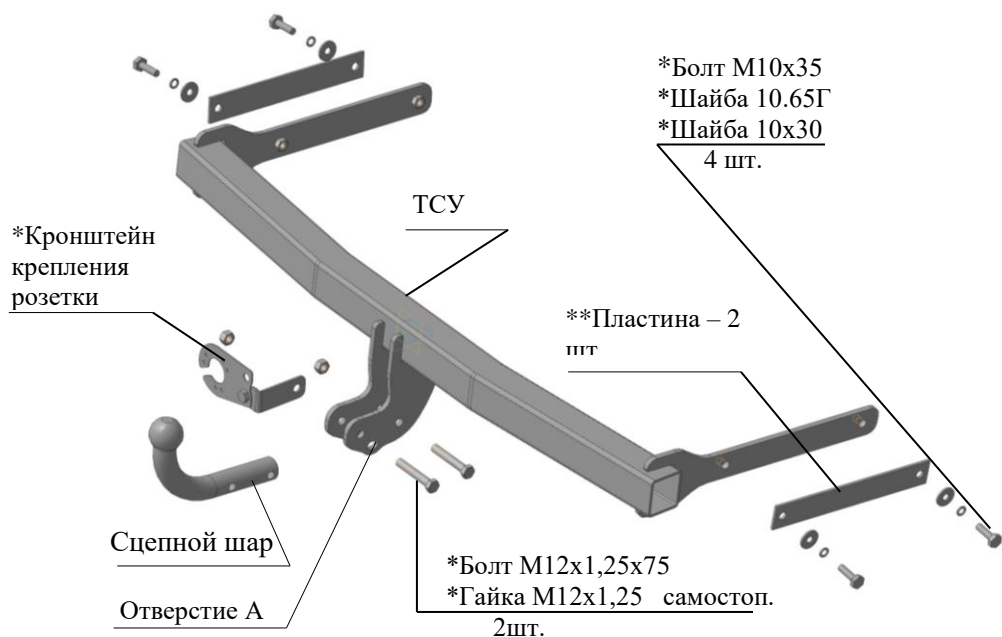

Рис.1 Тягово-сцепное устройство ТСУ 9151.
2.1 ТСУ 9151 в сборе (рис.1)	1 шт.
2.2 Пакет с комплектуемыми (см. рис.1) Защитный колпак	1 шт. 1 шт.